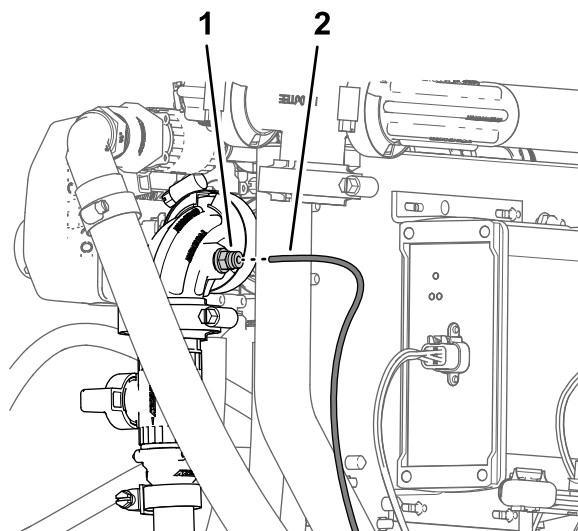

Figura 138
5. Alinhe a extremidade do tubo sensor de pressão (plástico) para o indicador de pressão no painel com o anel de fixação do acoplador do tubo na união de 90° da válvula de bloqueio da varinha manual ou kit de cilindro de tubagem elétrico (**Figura 138**).
6. Insira o tubo no anel de tensão até o tubo estar devidamente colocado (**Figura 138**).